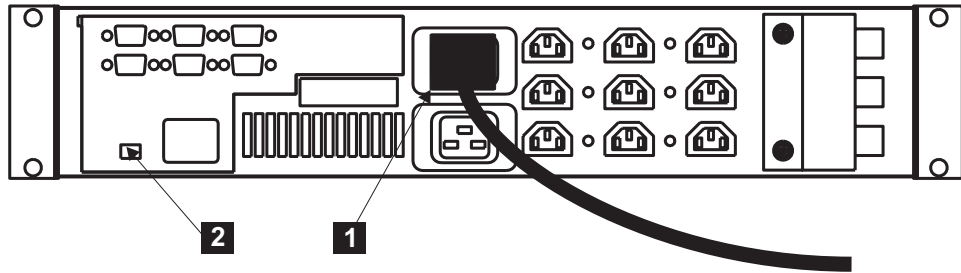

図 212. 2145 UPS 電源ケーブルの取り付け
9. 2145 UPS の後部で、2145 UPS の主電源ケーブルを電源ソケット **1** (544 ページの図 212) に差し込みます。